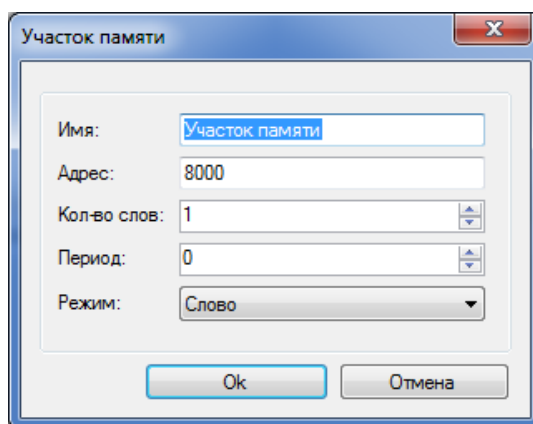

Рисунок 2.38
- вводятся параметры просматриваемого участка памяти (адрес, имя, количество, период, тип отображения) (см. рисунок 2.38);